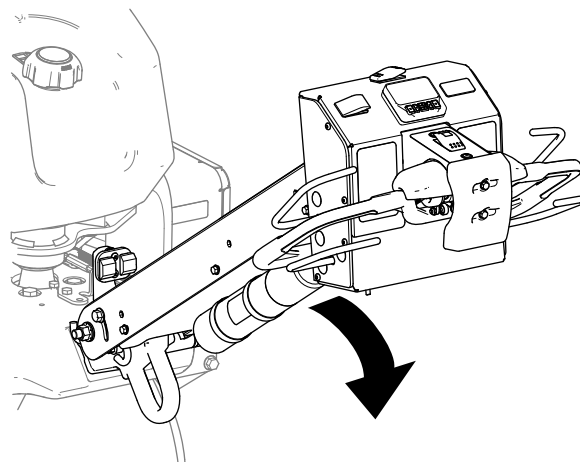

Figura 31
- Baje el manillar (Figura 31).